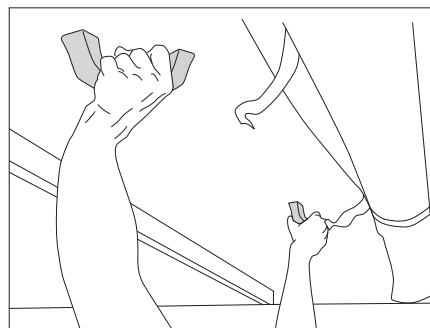

Fig. 51 Sollevamento del tetto sollevabile
- Spingere il tetto sollevabile verso l'alto con ambedue le mani (Fig. 51).